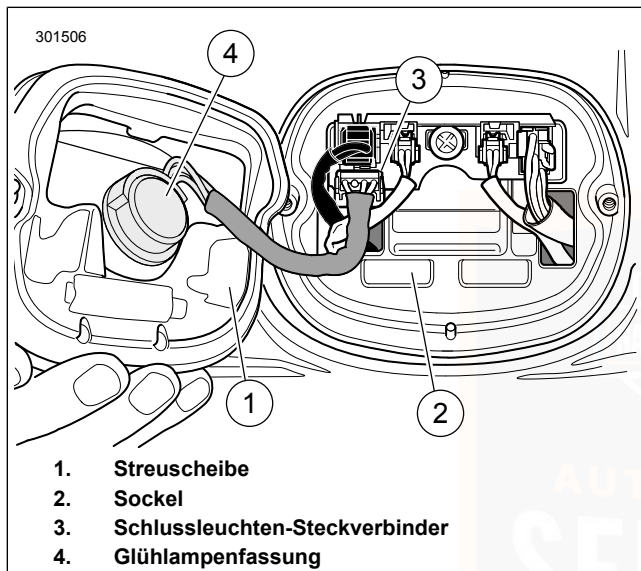

Abbildung 99. Schlussleuchtenbaugruppe
2. Siehe Abbildung 99. Den Schlussleuchten-Steckverbinder (3) abklemmen.
3. Die Glühlampenfassung (4) um eine Vierteldrehung nach links drehen und aus der Schlussleuchte nehmen. Die Glühlampe entfernen.
2. Siehe Abbildung 99. Fassung (4) in die Schlussleuchtenbaulampe einstecken. Eine Vierteldrehung im Uhrzeigersinn drehen.
3. Den Schlussleuchten-Steckverbinder (3) einstecken.